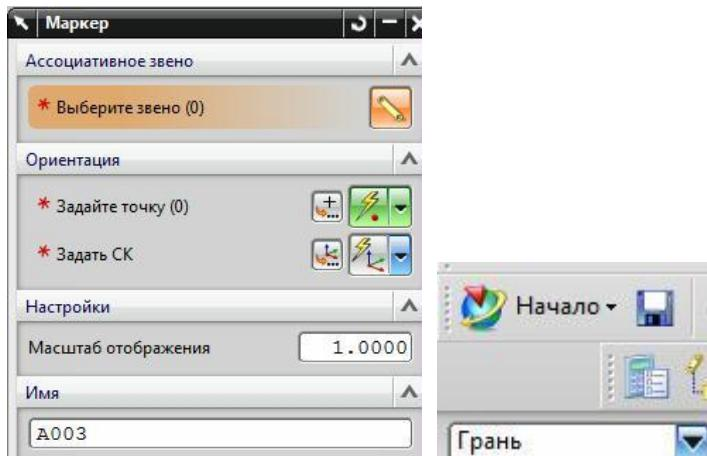

рис.39
- Диалоговое окно постановки маркера представлено на рис. 39. В этом окне нужно указать:
- Внизу диалогового окна (рис.39) можно придумать имя вашему маркеру, на которое потом вы будете ссылаться.